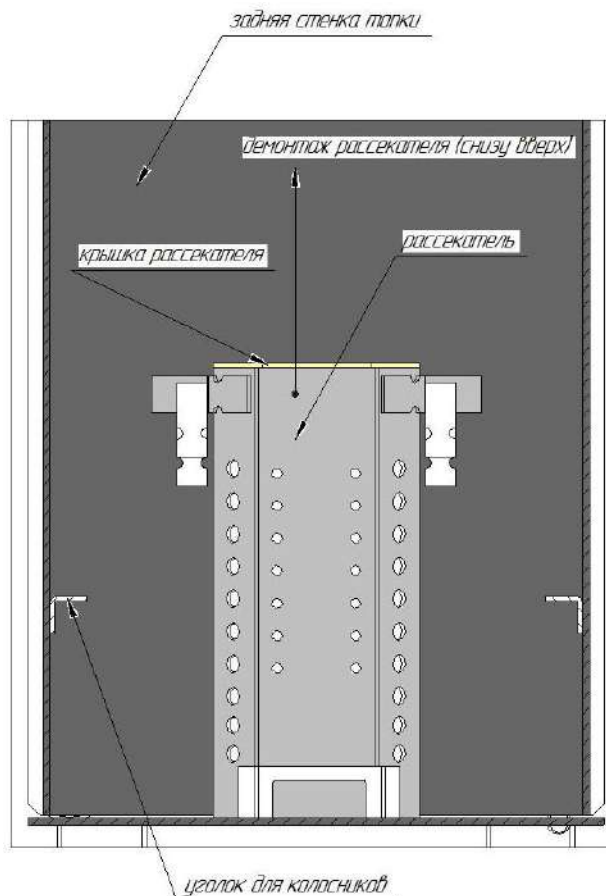

Рис. 10
1. Демонтировать рассекатель фронтальной подачи воздуха см. рис.10
Периодически необходимо очищать отверстия рассекателя и воздушный канал. Для этого демонтировать рассекатель легким постукиванием по козырьку крышки рассекателя снизу –вверх, как показано на рис. 10